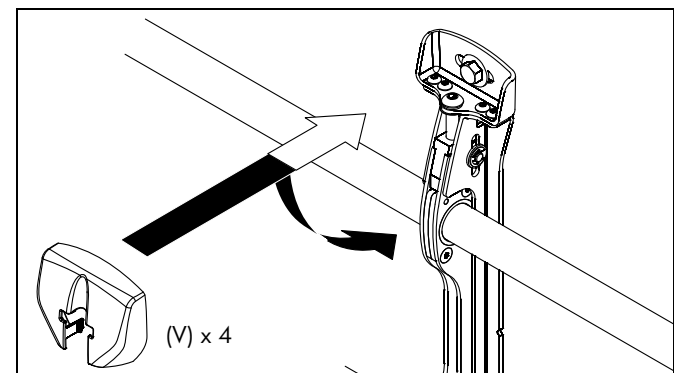

рис. 7
1. Прикрепите крышки настенных кронштейнов (V) к верхней и нижней части обоих настенных кронштейнов. (См. рис. 7)